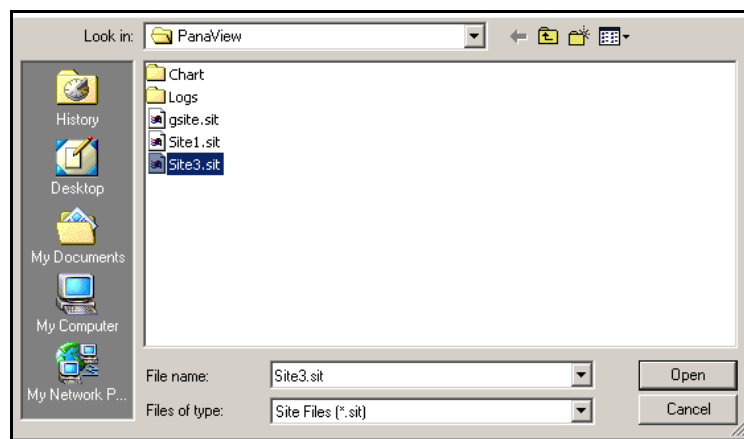

Рис. 52: Выбор файла
- Затем нажмите кнопку [Save Site to Meter] (Сохранить объект в измерительном приборе) Откроется экран, аналогичный изображенному на *Рис. 52* внизу.